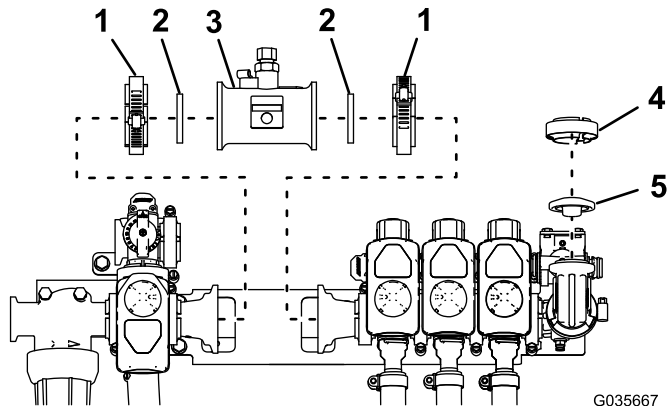

Bild 1
3. Lösen Sie die Schneckenklemmen, mit dem die Verteilerkupplung am Rührwerkventil und Abschnittsventil befestigt ist (Bild 1).
4. Nehmen Sie die Klemmen, Dichtungen und die Verteilerkupplung ab (Bild 1).
5. Befestigen Sie das Durchflussmessgerät und die zwei Dichtungen des Durchflussmessgeräts mit den Klemmen, die Sie entfernt haben (Bild 1).
6. Nehmen Sie die Wandlerklemme, die Kappe und die Dichtung ab (Bild 1).